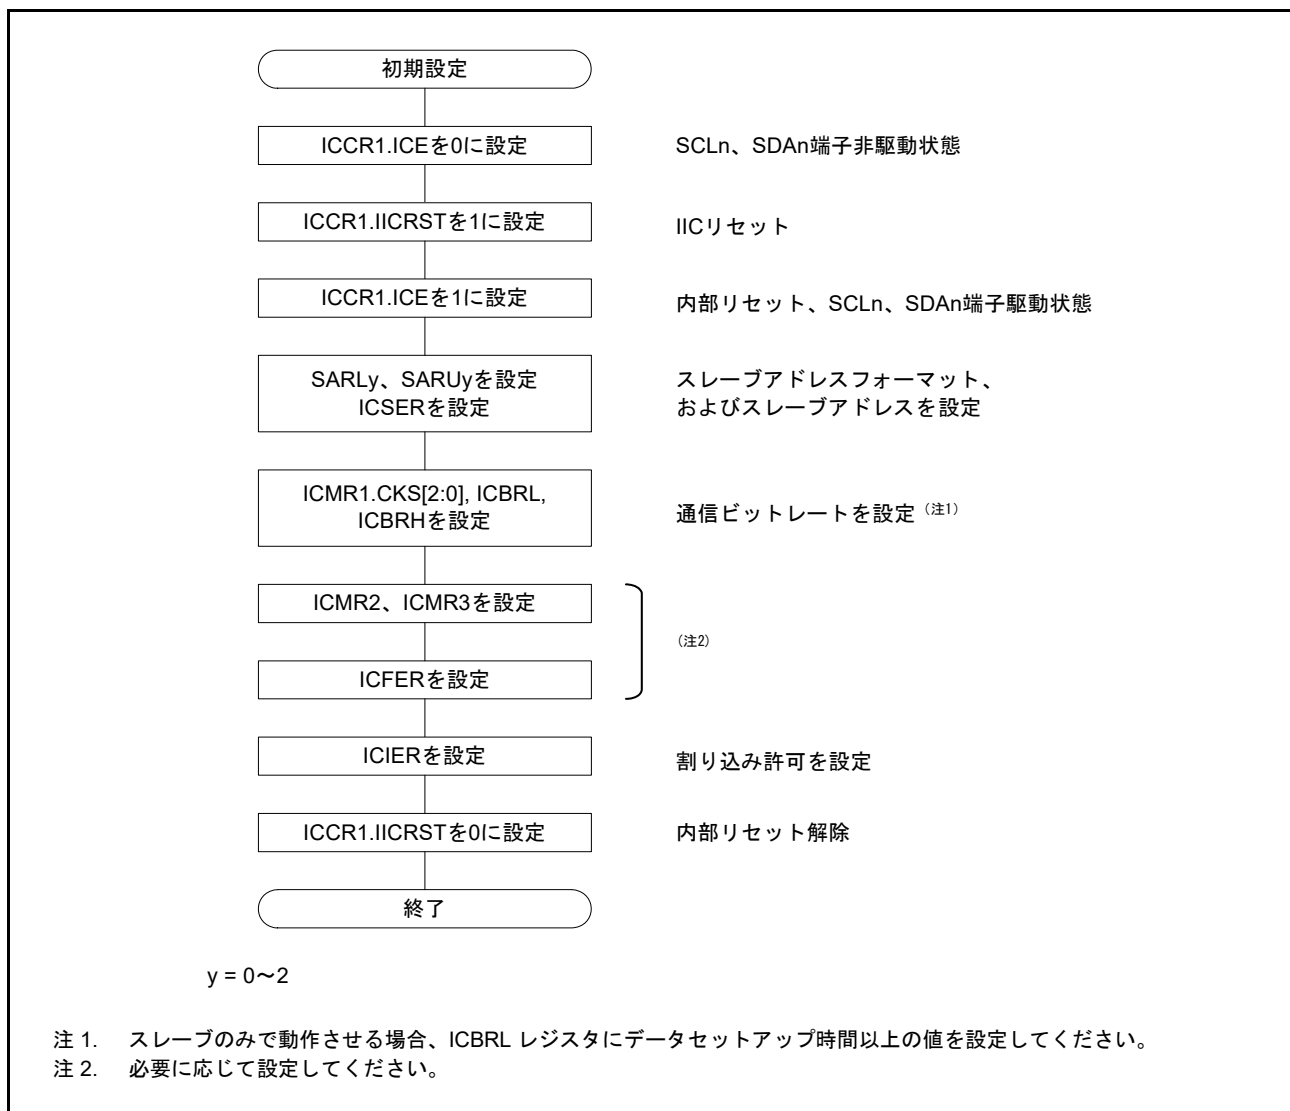

図 34.5 IIC の初期化フローチャート例
データの送受信を開始する前に、図 34.5 に示す手順に従って IIC を初期化してください。
4. SARLy、SARUy、ICSER、ICMR1、ICBRH、ICBRL の各レジスタ (y = 0 ~ 2) を設定します。必要に応じて、それ以外のレジスタも設定します。IIC の初期設定は、図 34.5 を参照してください。